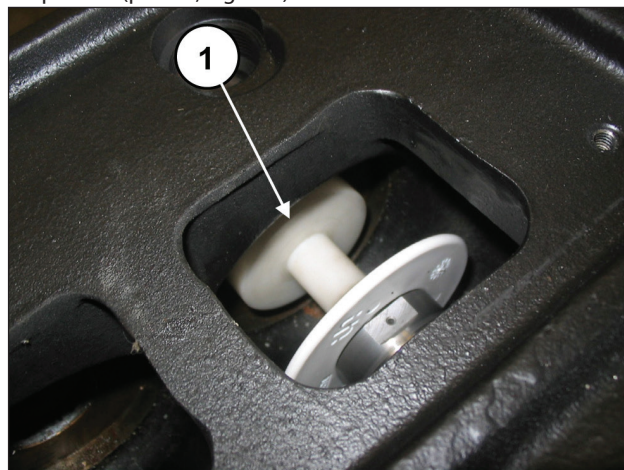

Fig. 123
Ruotare manualmente l'albero in modo da portare i 3 pistoni nella posizione di punto morto superiore. Inserire l'attrezzo tampone cod. 27516600 tra il guida pistone e il pistone (pos. ①, Fig. 123).